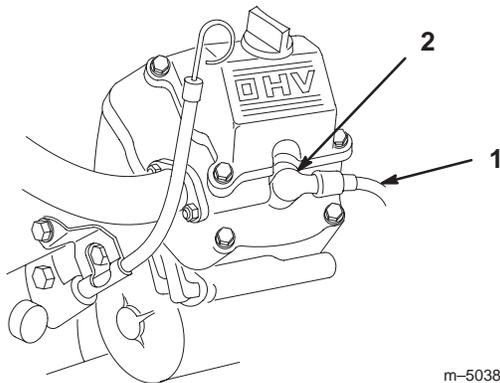

Figure 42
2. Nettoyez la surface autour des bougies pour éviter que des impuretés n'endommagent le moteur en tombant à l'intérieur. Débranchez les fils des bougies (Fig. 42).
3. Connectez les fils aux bougies (Fig. 42).